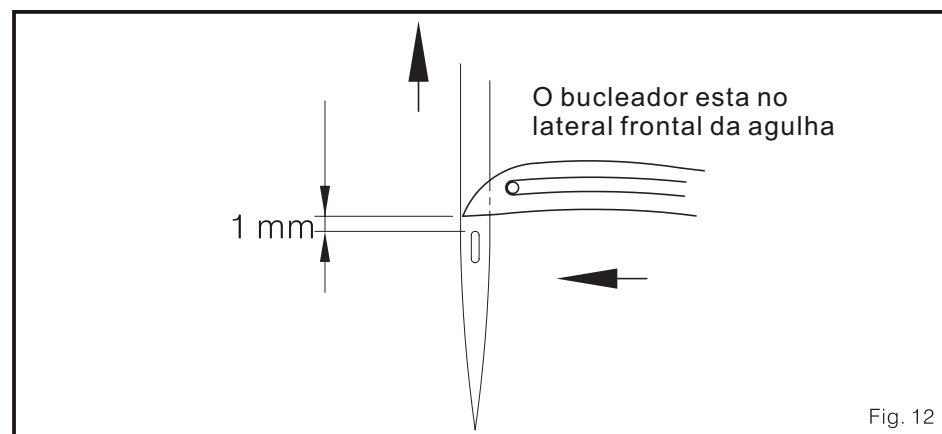

Fig. 12
2. O bucleador devolve, isto significa que a gorjeta dos bucleador inferiores se move do ponto morto esquerdo. Quando a gorjeta mencionada acontece para antes da agulha, o bucleador deveriam estar às 1mm sobre a borda superior da casa de botão de agulha. (Fig. 12)